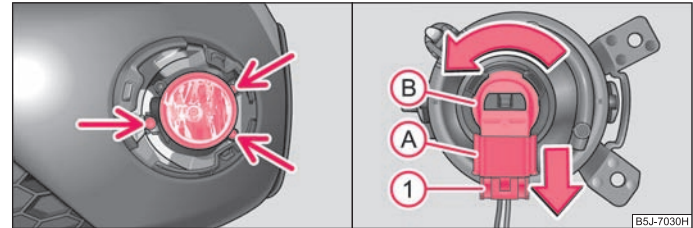

Abb. 169 Vorderer Stoßfänger: Nebelscheinwerfer / Lampenwechsel
- Drehen Sie mit Hilfe des Schraubendrehers*, der Bestandteil des Bordwerkzeugs¹⁷⁾ ist, die Schrauben heraus ⇒ Abb. 169.
- Drücken Sie die Sicherung **(1)** ⇒ Abb. 169 des Steckers **(A)** und nehmen Sie den Stecker aus der Fassung **(B)** heraus.